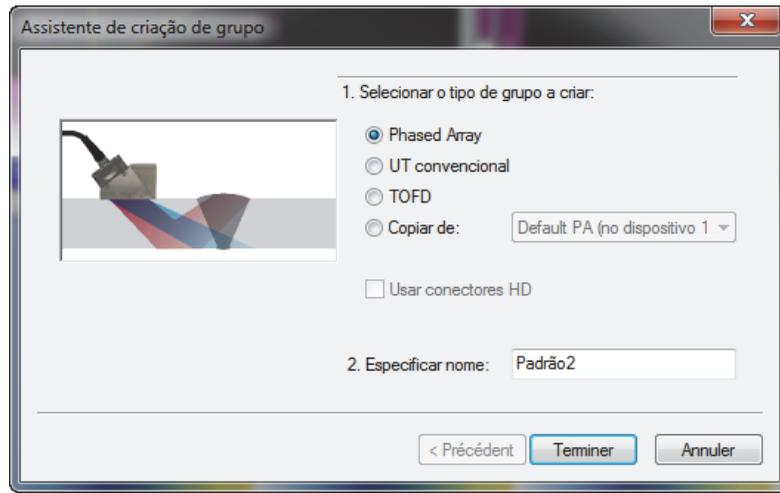

Figura 4-4 Caixa de diálogo do Assistente de Criação de Grupo
2. Na caixa de diálogo **Assistente de criação de grupo** que aparece (Figura 4-4 na página 105), proceda da seguinte forma: